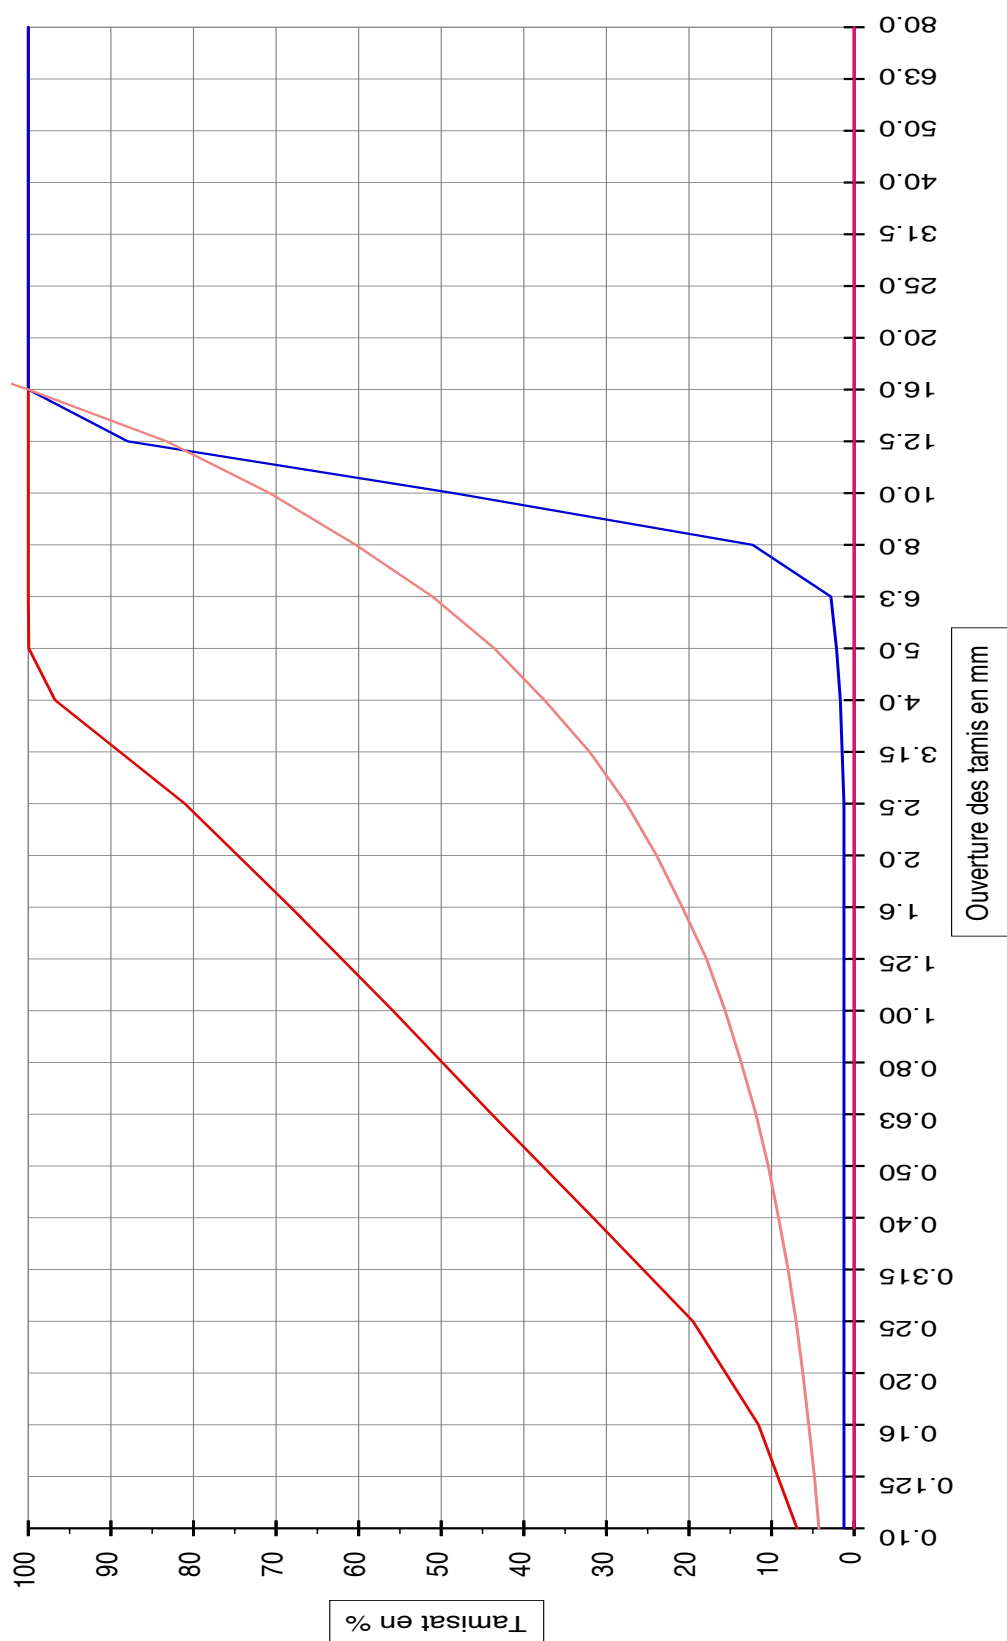

Fig.1. Courbe granulométrique de référence, et distribution de taille pour les classes 0-4 mm et 8-16 mm
- Reporter votre résultat de la classe 4-8 sur le graphique de la figure 1